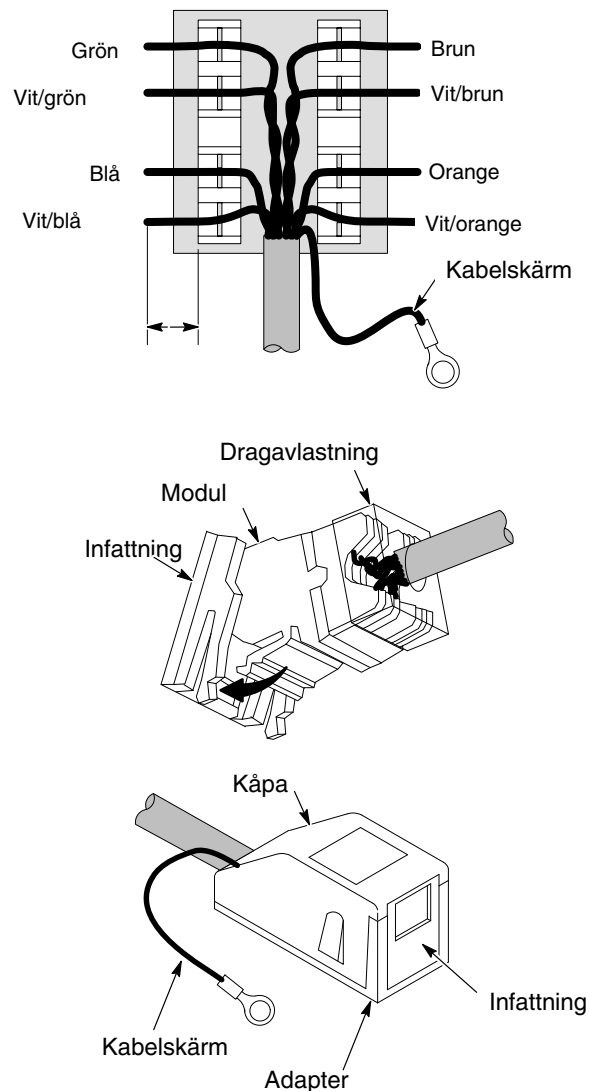

Bild 3-11 Ethernetkabeln anslutning till termineringsmodulen
6. Se bild 3-11. Vik ut de tvinnade paren i modulen enligt T568-B inkopplingsschema, med ändarna åtminstone 6 mm (1/4 tum) igenom plintarna. Bibehåll partvinnningen av ledarna så nära plintarna som möjligt. Använd ett 110 installationsverktyg för att trycka ner ledarna.